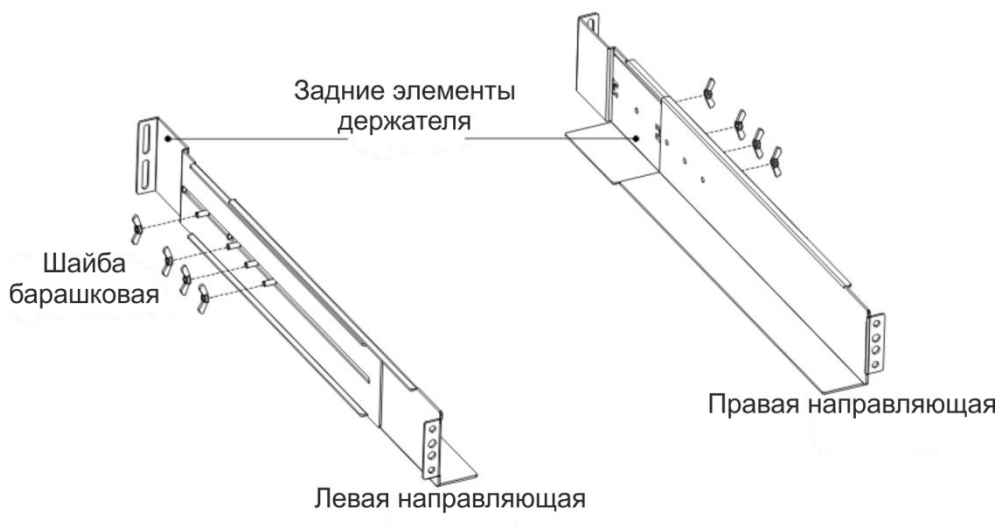

Рисунок 3 – Установка комплекта направляющих
1. Установите левый и правый рельсы на задний элемент держателя как показано на рисунке 3. Не затягивая винты, отрегулируйте направляющие в соответствии с глубиной стойки. (см. рисунок 3).